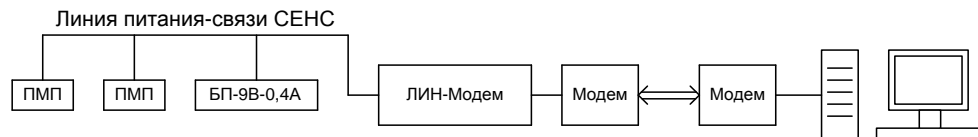

Рисунок 2 – Вариант применения адаптера совместно с устройствами СЕНС
2.2.3 Вариант подключения адаптера в режиме работы «ЛИН-Модем» (рисунок 2) для передачи данных по проводному модему.